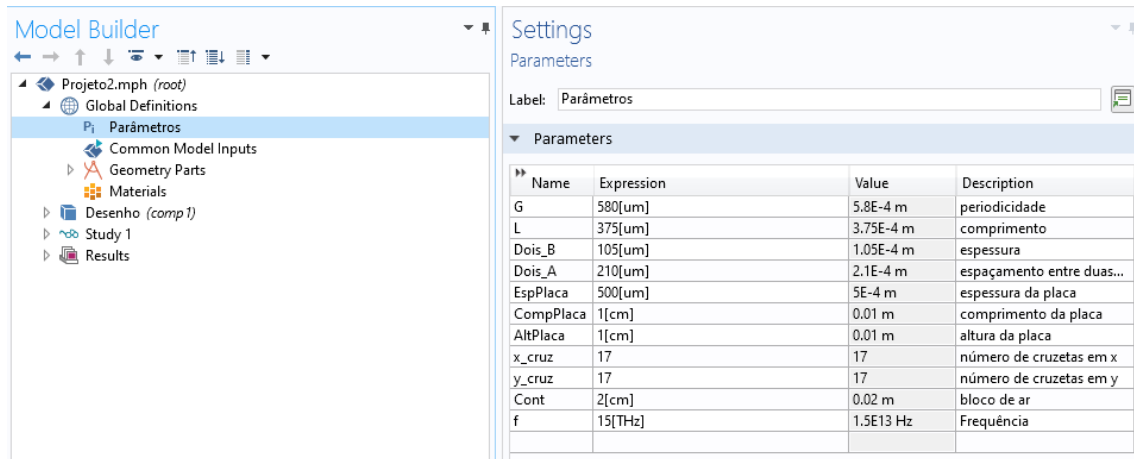

Figura 1
Desta forma, na aba de **Parâmetros** pode-se caracterizar os parâmetros da geometria da cruz, conforme mostra a Figura 1.
3. Pode-se renomear este bloco com a tecla F2 para “Cruz_H”, que será a componente horizontal da cruz. Os parâmetros de **Size and Shape** serão os parâmetros caracterizados inicialmente (Figura 1) e a posição desta cruz também estará em função destes parâmetros.